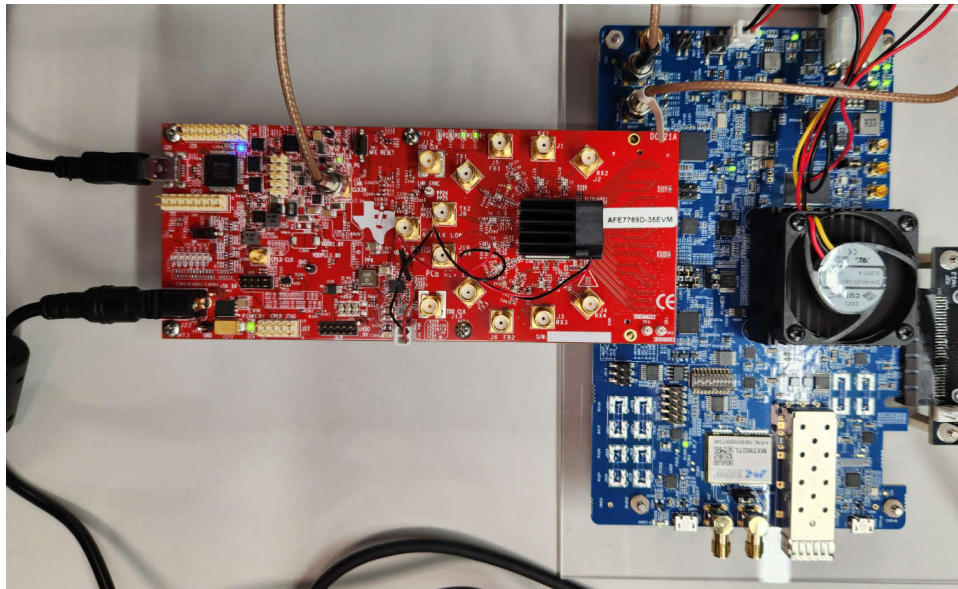

图 3-2. 硬件设置和连接 AFE7769DEVM-PC802
- 将 PC802 (J1106) 的 122.88MHz 参考时钟 (SYNC_CLOCK) 连接到 AFE7769DEVM 的 LMK_CLKIN (J19)，如图 3-2 所示。